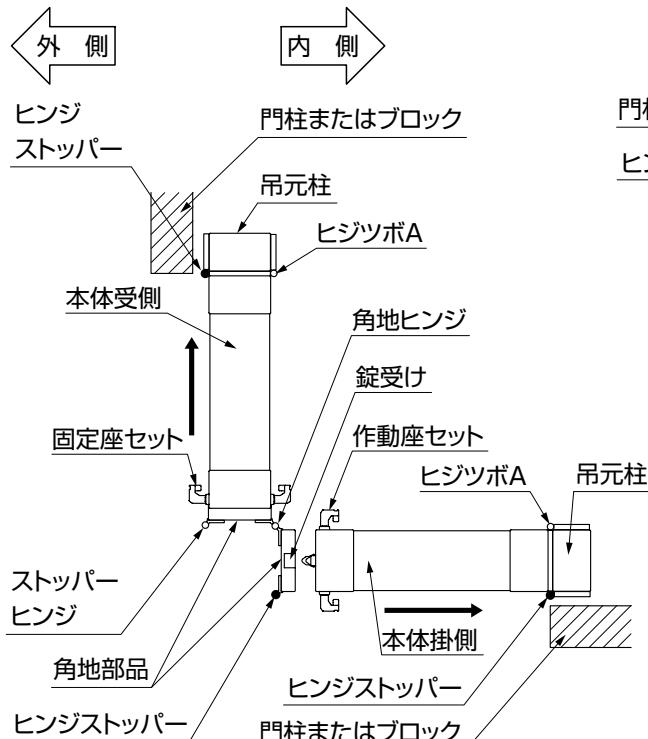
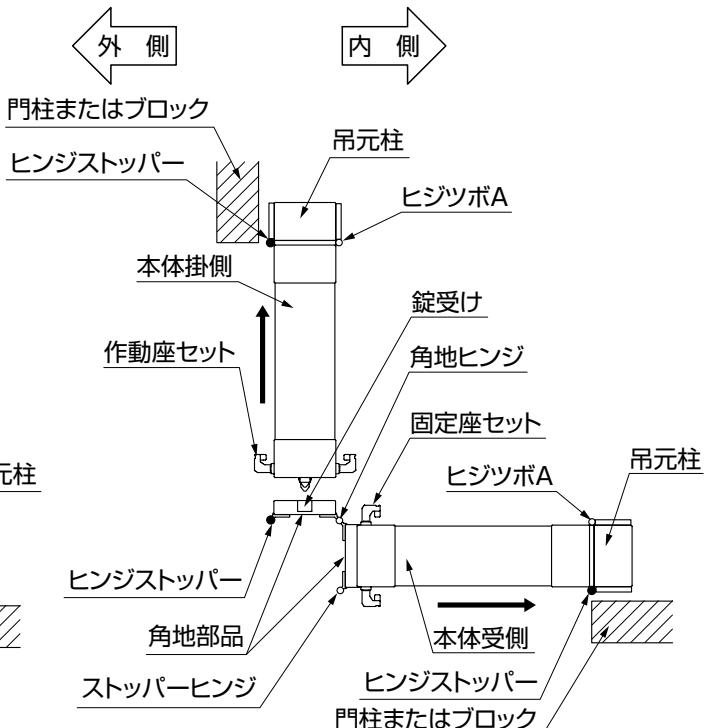
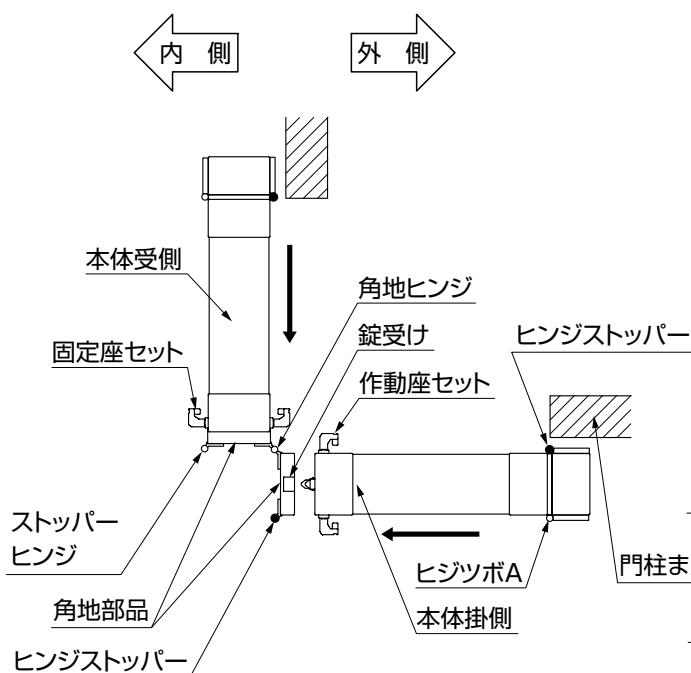

図3-1 角地左コーナー
図3-2 角地右コーナー
図3-3 逆角地右コーナー
①「3-1 角地の種類」の図3-1・図3-3はそのまま仕様できますが図3-2・図3-4は、ヒンジとストッパー・ヒンジを左右付替えてください。